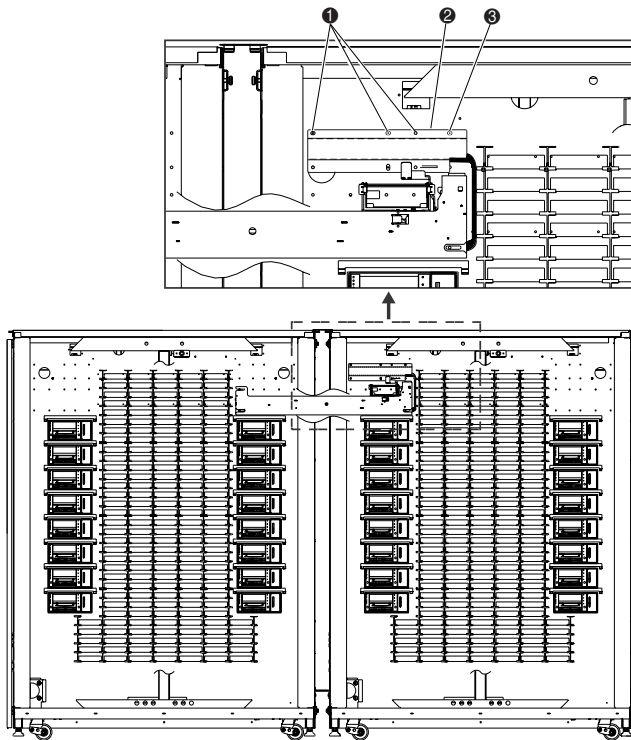

Figura 2-11. Envoltura del cable de transferencia
13. Para el modelo ESL9326, fije la envoltura del cable de transferencia (Referencia 6312061) con cuatro tornillos (Referencia 0685023) a la pared del receptáculo para cubrir el cable y el orificio del cable (consulte la Figura 2-11). Apriete los tornillos a un valor par de 30 +/- 3-in/lb (3,39 +/- 0,339 Nm).